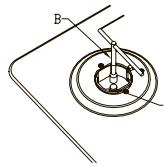
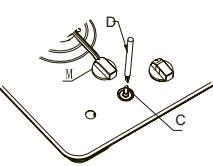

рис.6
рис.7
- Плита комплектуется форсунками для разного вида газа. Замена форсунок осуществляется согласно данным из таблицы, приведенной на странице ниже (см. рис. 6).
- Для замены форсунок снимите конфорки. Далее, используя гаечный ключ (B) открутите форсунку (A) (см. рис 6).
- Регулировка положения режима минимального пламени заключается в следующем (рис. 7):